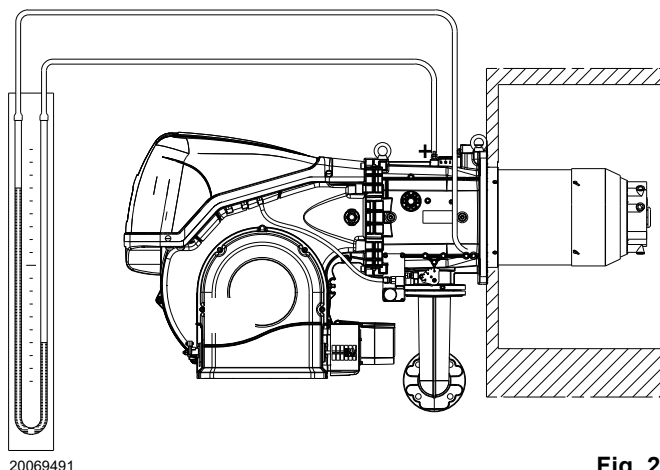

Fig. 25
- Monter un manomètre en U ou un manomètre de type différentiel (Fig. 25), avec prise (+) sur la pression du gaz du manchon et (-) en chambre de combustion. Il sert à mesurer approximativement la puissance MAX. du brûleur, à l'aide du .